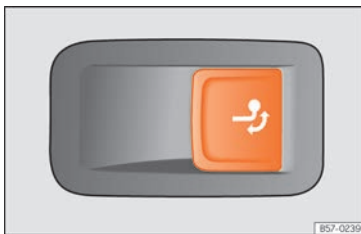

Abb. 210 Auf der rechten Seite im Gepäckraum: Taste zur Entriegelung der Anhängerkupplung.
- Ziehen Sie kurz an der Taste »» (Abb. 210). Die Anhängerkupplung wird automatisch entriegelt und dreht selbsttätig heraus. Die Kontrollleuchte der Taste blinkt.
- Ziehen Sie kurz an der Taste »» (Abb. 210). Die Anhängerkupplung wird elektrisch entriegelt.
- Drücken Sie keinesfalls die Taste »» » [Abb. 210], wenn ein Anhänger oder ein Gepäckträger oder anderes Zubehör auf der Anhängerkupplung eingehängt ist.